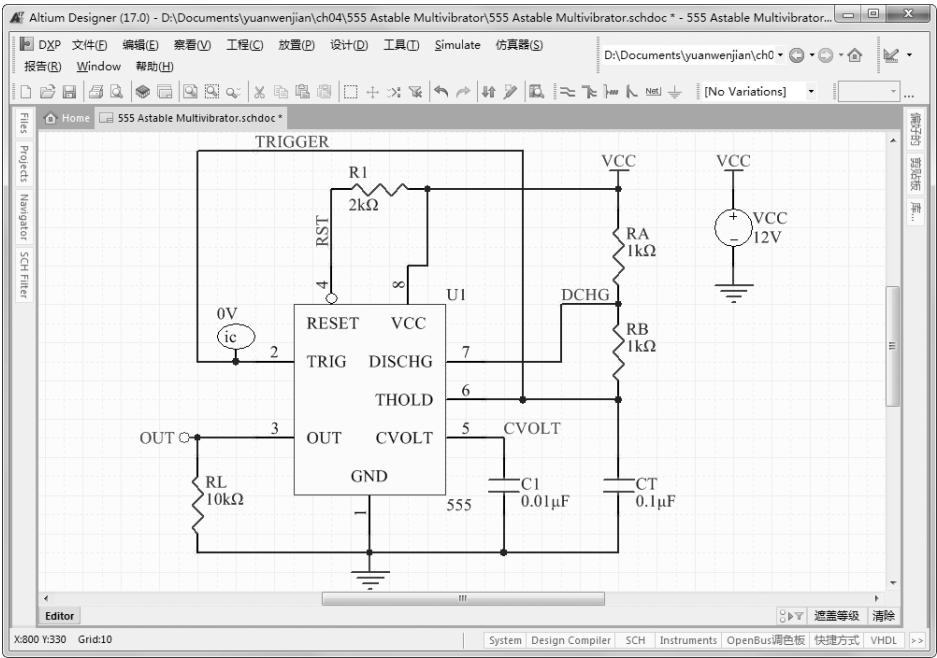

图 4-3 显示全部元器件
(2) 适合所有对象：适合全部元器件。该命令将整个电路图缩放显示在窗口中，但是不包含图纸边框及原理图的空白部分，如图 4-3 所示。